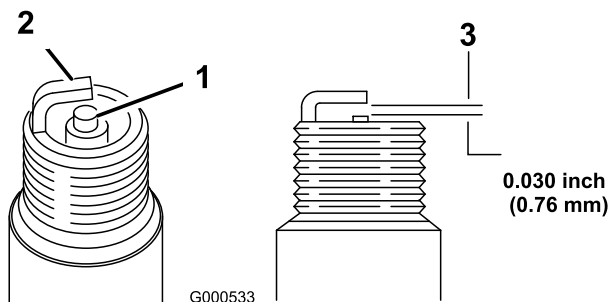

Рисунок 32
- Установите в свече зазор, равный 0,76 мм (0,030 дюйма); см. (Рисунок 32).